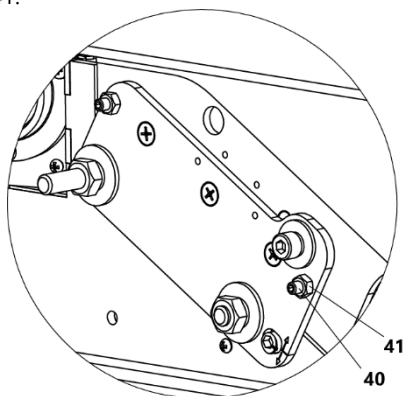

Рисунок 13 Регулировка фуговальных столов
В случае бокового люфта фуговальных столов необходимо произвести регулировку (рис. 13):
- освободите гайки 41 (рис. 13);